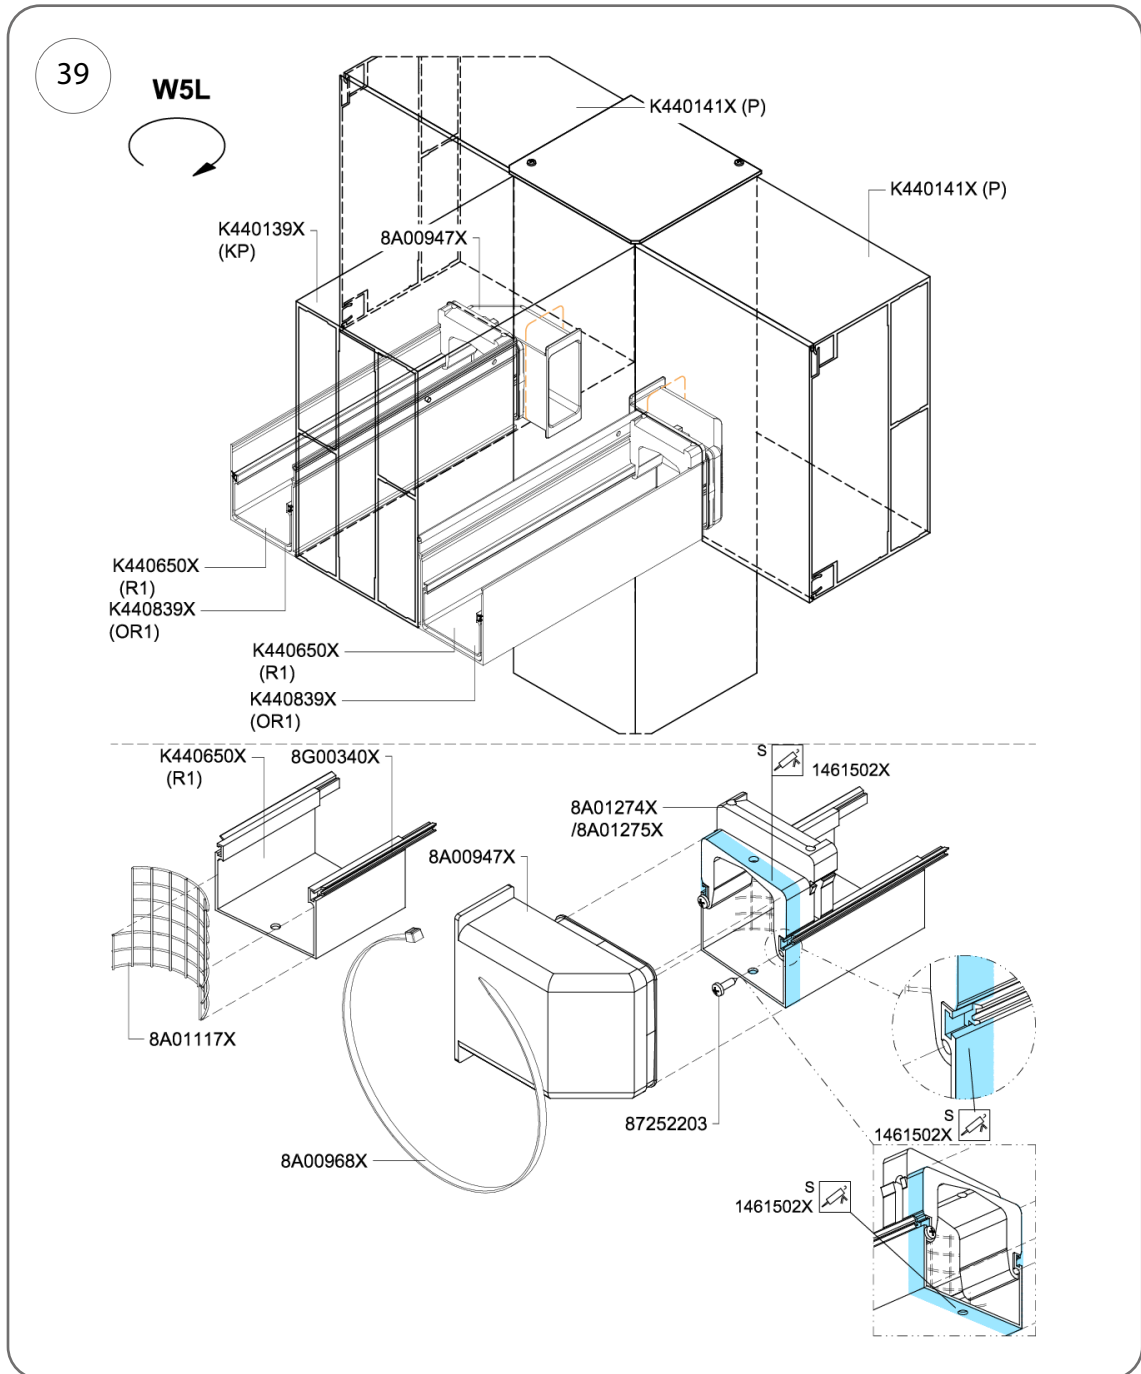

Fig. 39
2. Fixez les éléments a encliqueter pour les empêcher de bouger en insérant 2 vis de 3,5 x 13 mm (réf. 87252203) – Fig. 39.
3. Appliquez une couche de colle et de mastic (réf. 1461502X) sur tout le pourtour de la gouttière et de l'élément a encliqueter, comme indiqué sur la fig. 39.
2. Insérez l'axe de lamelle en biais dans le manchon 8A01084X (Fig. 39).